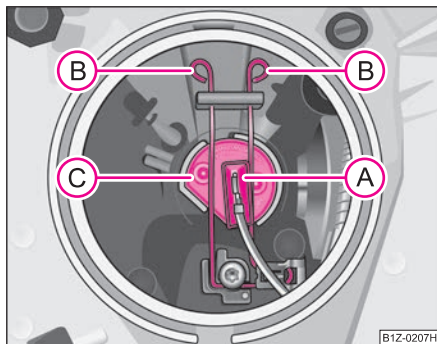

Fig. 228 Demontarea becului luminii de drum
- Decuplați ștecărul (A) ⇒ fig. 228.
- Apăsați mânerul de sârmă (B) înspre far și apoi apăsați-l în lateral.
- Scoateți becul (C) și montați-l pe cel nou, astfel încât elementele de fixare ale soclului să intre în orificiile din reflector.